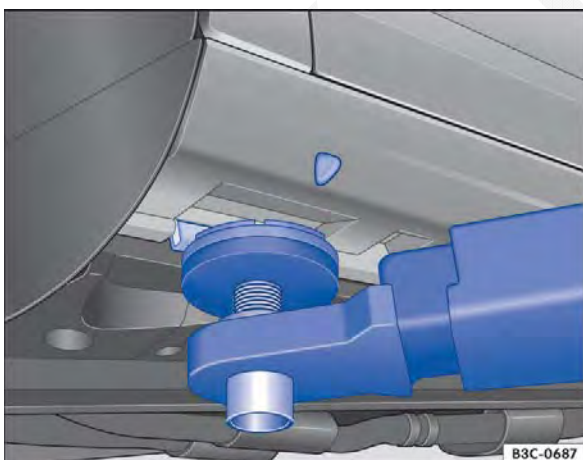
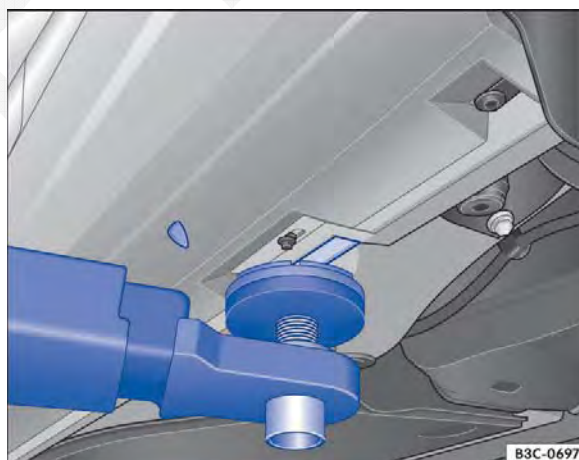

Fig. 213 Pontos de apoio dianteiros para a suspensão com plataforma elevatória ou com macaco.
Fig. 214 Pontos de apoio traseiros para suspensão com plataforma elevatória ou macaco.
O veículo deve ser suspenso somente pelos pontos indicados nas figuras ⇒ Fig. 213 e ⇒ Fig. 214. Se o veículo não for suspenso pelos pontos indicados, podem ocorrer danos no veículo ⇒ ⚠ e ferimentos graves ⇒ ⚠.
- Suspender o veículo somente pelos pontos indicados nas figuras ⇒ Fig. 213 e ⇒ Fig. 214. Se o veículo não for suspenso pelos pontos indicados, o veículo pode cair da plataforma elevatória quando, por exemplo, o motor ou a suspensão for desmontado.